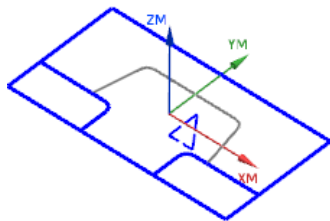
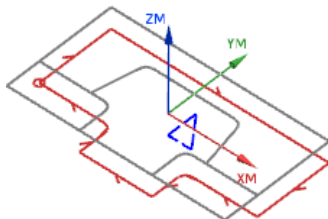

图 16.11 选取曲线
图 16.12 选取曲线
Step4. 在“选择条”工具栏中确认“在相交处停止”按钮  被按下，按顺序依次选取图 16.11 所示的曲线，单击 **创建下一个边界** 按钮，在“创建边界”对话框中单击 **确定** 按钮，同时系统返回到“边界几何体”对话框，单击 **确定** 按钮。结果如图 16.12 所示。